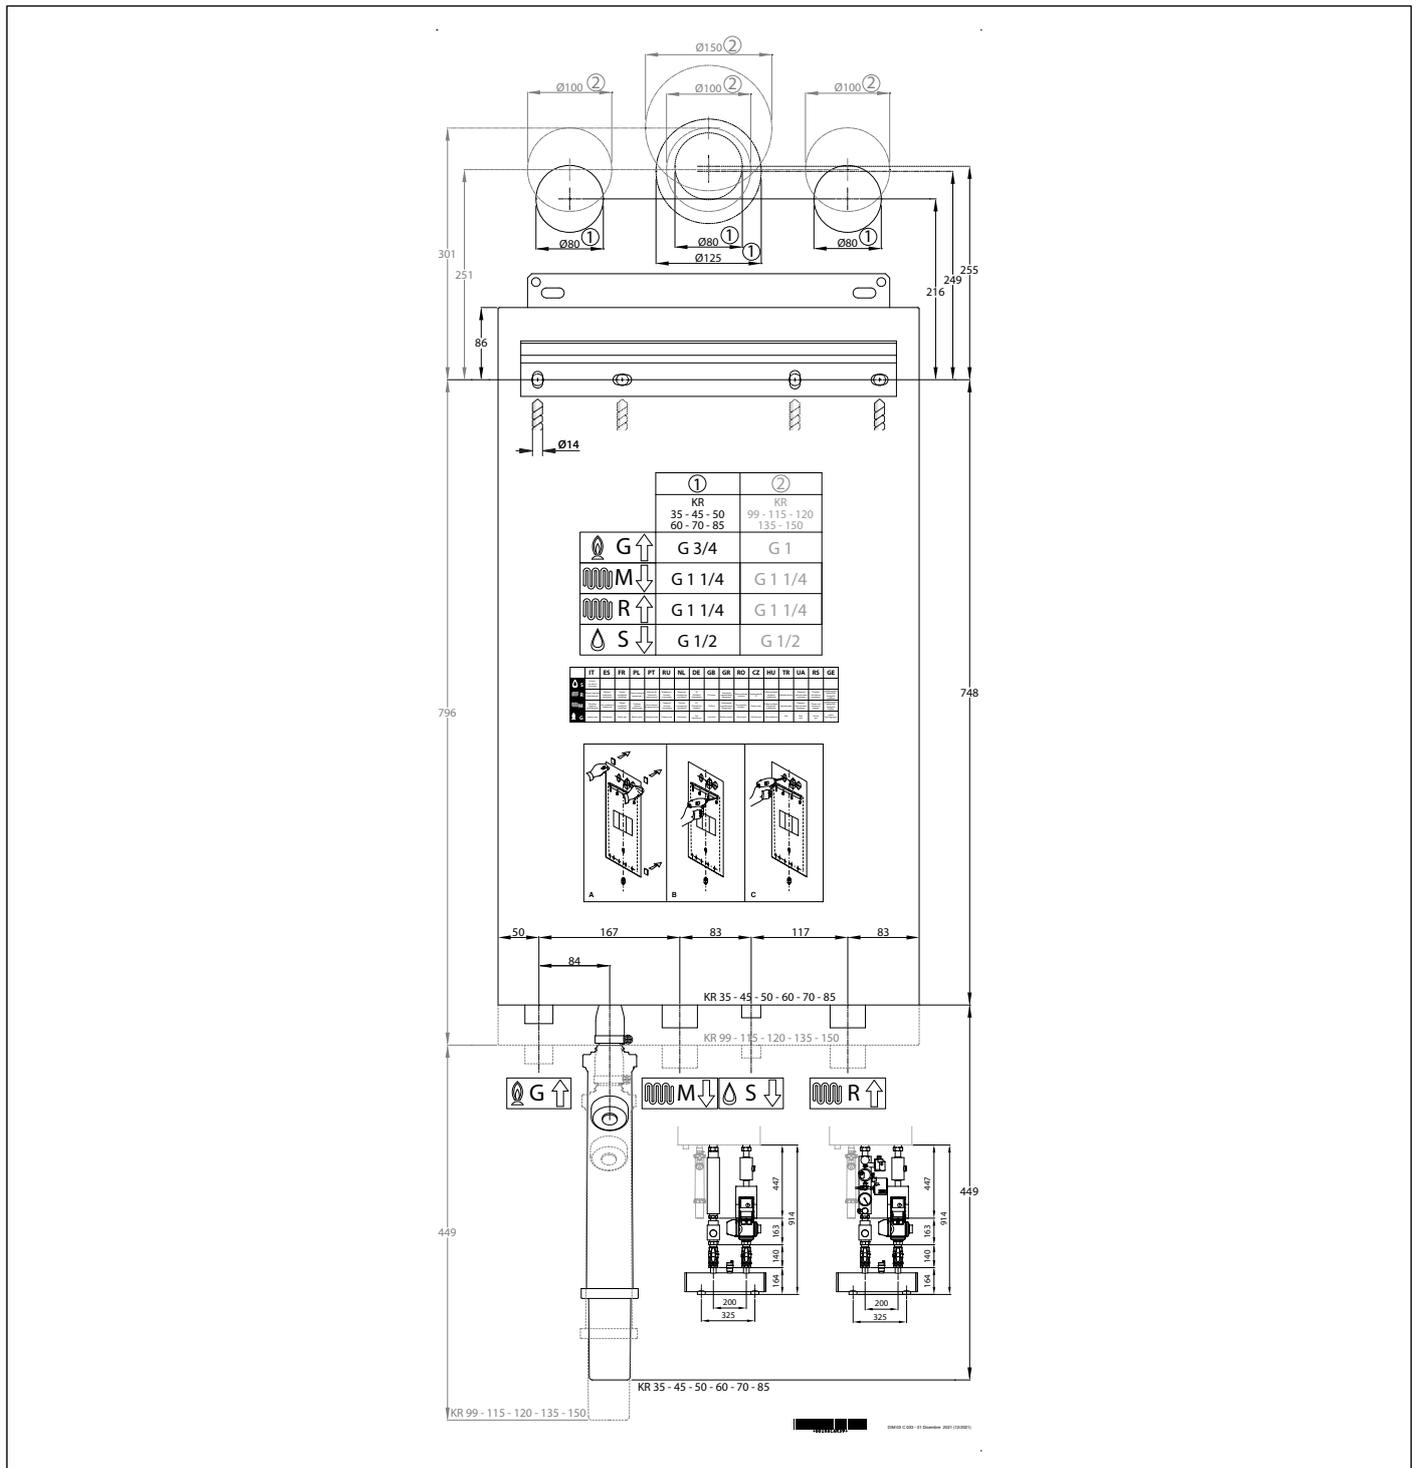

Fig. 12 Gabarit en papier
- le gabarit de fixation de la chaudière au mur (voir Fig. 12 Gabarit en papier).
Chaque appareil est accompagné d'un gabarit approprié en papier contenu dans l'emballage (voir Fig. 12 Gabarit en papier). Ce gabarit permet d'effectuer la prédisposition des tuyauteries de raccordement à l'installation de chauffage, au réseau de gaz et aux conduites d'aspiration de l'air/évacuation des fumées au moment de la réalisation du circuit hydraulique et avant l'installation de la chaudière.